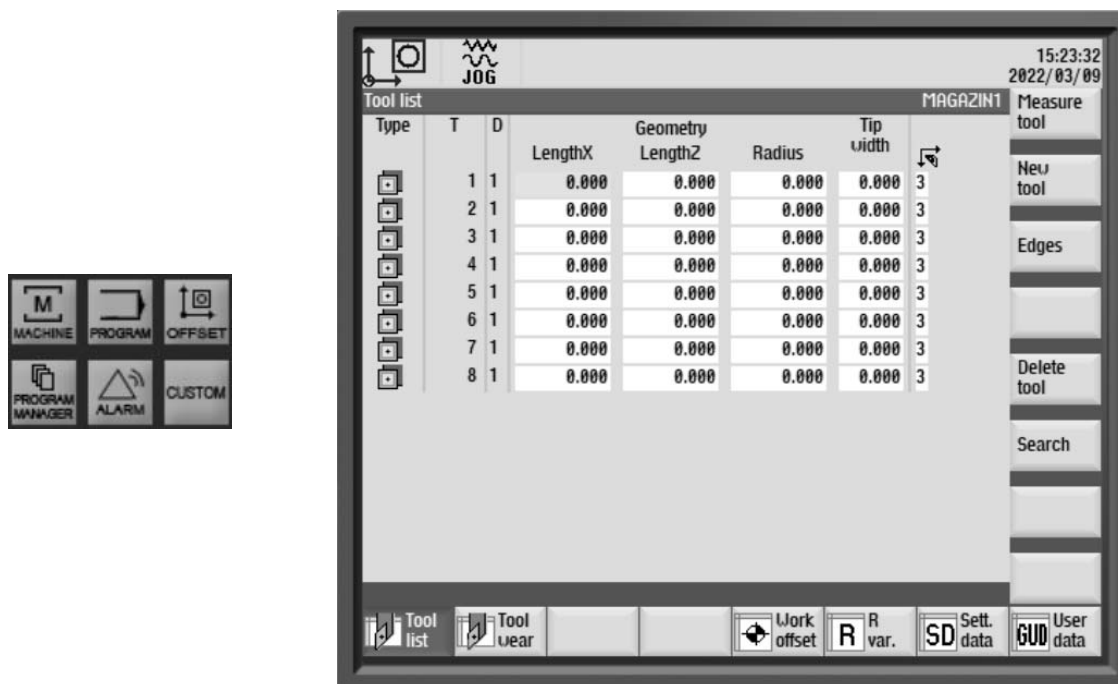
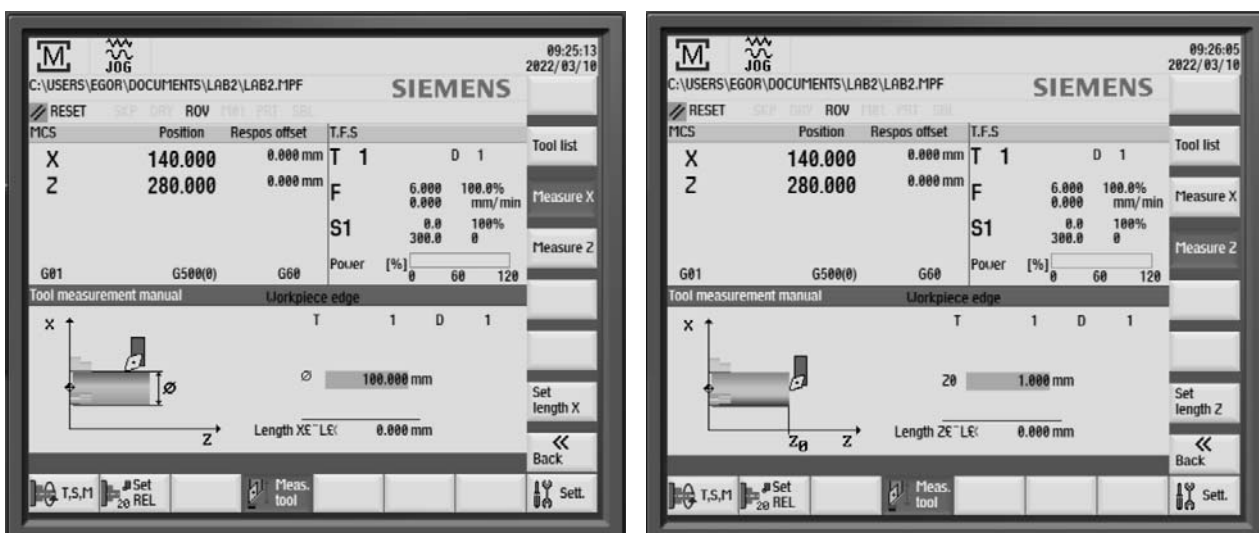

Рисунок 2.16 – Окно параметров привязка инструмента
Рисунок 2.17 – Привязка инструмента
10.1 В режиме «JOG» нажать клавишу «OFFSET» (рисунок 2.16).
10.3 Нажать клавиши «Measure tool», «Measure X» и выполнить привязку инструмента по диаметру (рисунок 2.17, см. рисунок 2.16):
10.4 Нажать клавишу «Measure Z» выполнить привязку инструмента по оси Z (см. рисунок 2.17):